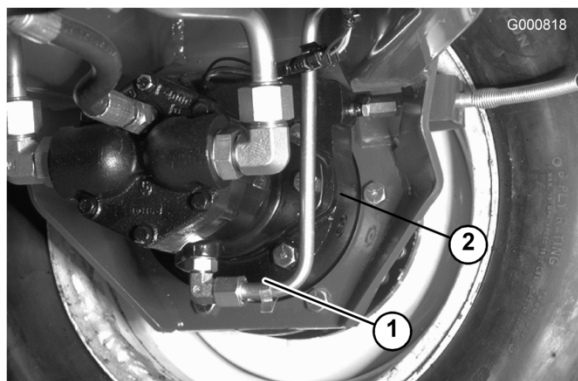

Figure 55
3. Retirez les deux bouchons au bas du carter de frein pour permettre à l'huile de s'écouler (Figure 55).